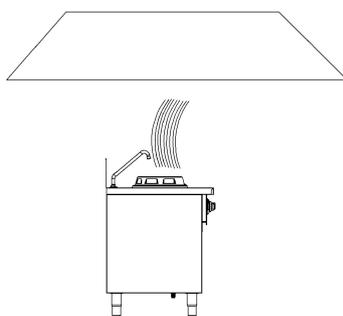

Abbildung 2
- Das Gerät muss in einem gut belüfteten Raum aufgestellt werden. (Abbildung 2)